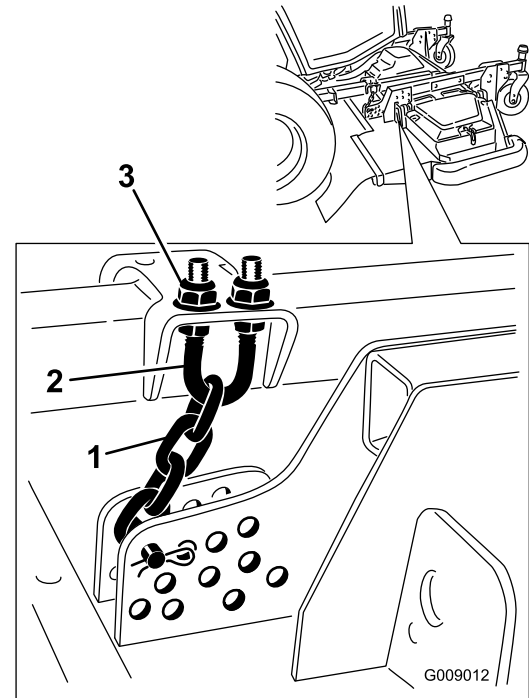

Figure 140
5. Desserrez les écrous de blocage en haut ou en bas de l'étrier fileté de la chaîne de hauteur de coupe (Figure 140).